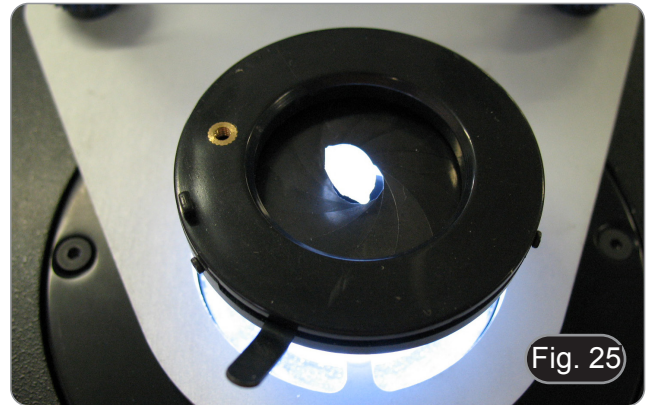

Fig. 25
- Wenn Sie möchten, können Sie Ihren Edelstein direkt auf die Membran legen, nachdem Sie sie auf einen angemessenen Durchmesser gebracht haben. (Fig. 25)